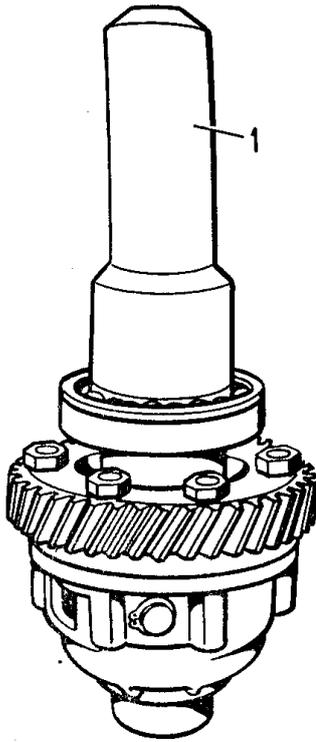

Fig. 3-48. Prensado del cojinete en el cuerpo del diferencial:
67.7653.9556 (véase fig.3-48);